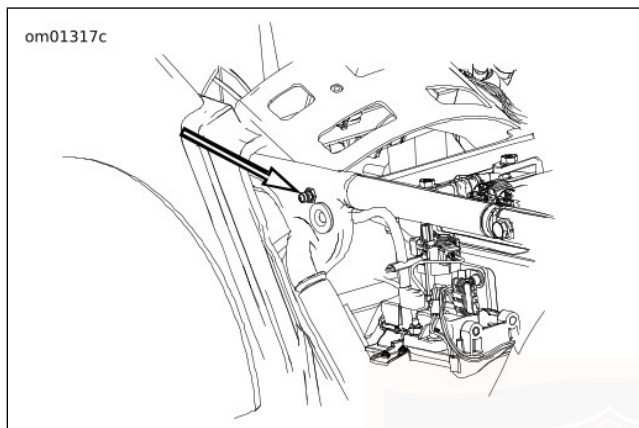

Abbildung 24. Hinterradluftfederungsventil
2. Siehe Abbildung 24. Kappe vom Luftventil hinter dem Stoßdämpfer entfernen.